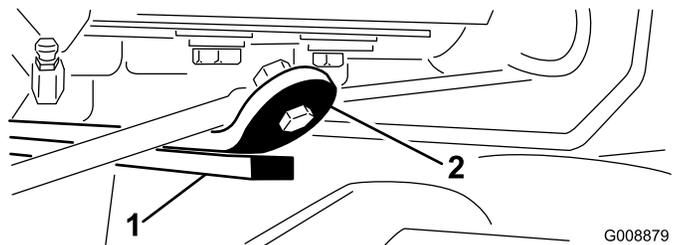

Figure 11
3. Mettez le moteur en marche, relevez les plateaux de coupe et vérifiez que l'écartement entre le segment d'usure sur le dessus de la barre d'usure du plateau arrière et la bride de butée est compris entre 0,51 et 2,54 mm (Figure 11).